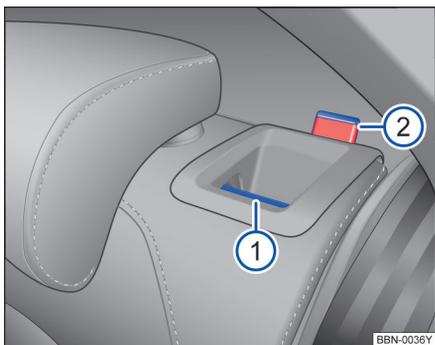

图 68 后排座椅靠背：分离按钮 ①；红色标记 ②
- 向前拉分离按钮→图 68 ①，同时前折靠背。
- 松开后排座椅靠背后应能看见按钮上的红色标记 ②。